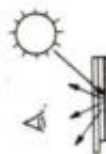

Fig. 22. Principe van reflectieve display.
- **reflectieve displays.** In plaats van een doorschijnende achterzijde kan ook een reflector worden gebruikt die het invallende licht reflecteert. Deze displays zijn dus alleen bestemd voor opvallend licht, zie fig. 22.